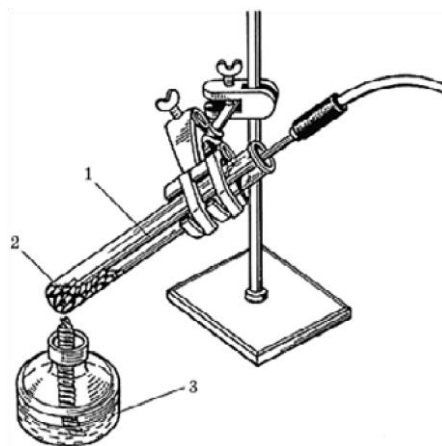

Рис. 2. Прибор для определения температуры плавления:
- 1 . В пробирку насыпьте песок на 2—3 см по высоте . Закрепите пробирку в лапке штатива, а термопарный датчик так, чтобы его кончик доходил почти до дна пробирки, но не касался ни дна, ни стенок (рис.2) . Отметьте температуру песка .